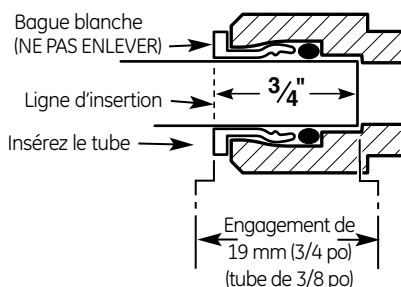

Fig. 9
4. Poussez fortement le tuyau dans chaque raccord du collecteur jusqu'à ce que la ligne soit au niveau du collier de raccord. (Si le tuyau est enlevé, recoupez l'extrémité, mesurez, marquez et ré-insérez). Le tuyau doit être bien inséré pour éviter les fuites (Fig. 9). (**Pour enlever le tuyau : Pressez et tenez la bague blanche; tirez le tuyau pour l'enlever.**)